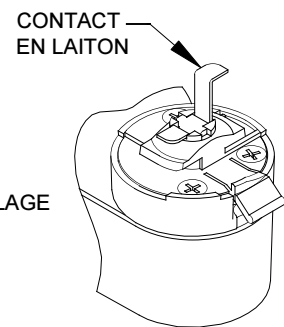

FIG. 3
1. Soulever le CONTACT EN LAITON en le tirant vers le haut jusqu'à ce que la butée soit atteinte (voir la FIG. 3).